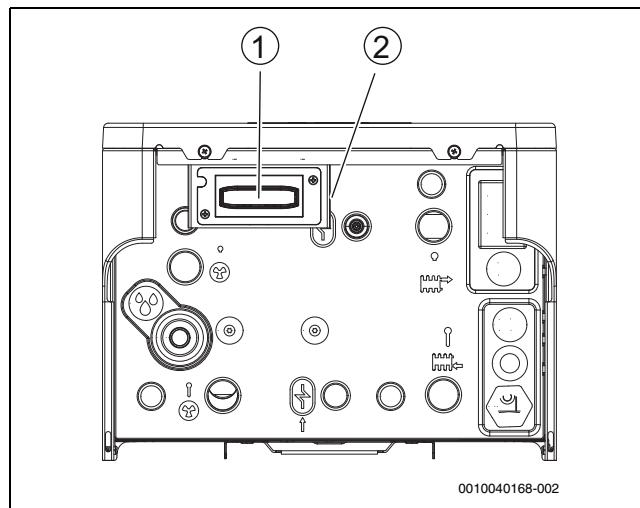

Bild 12 Connect-Key aufstellen
1. Hebel ausklappen (\rightarrow [2], Abb. 12).
2. Modul in den Halter einsetzen (\rightarrow [1], Abbildung 12).